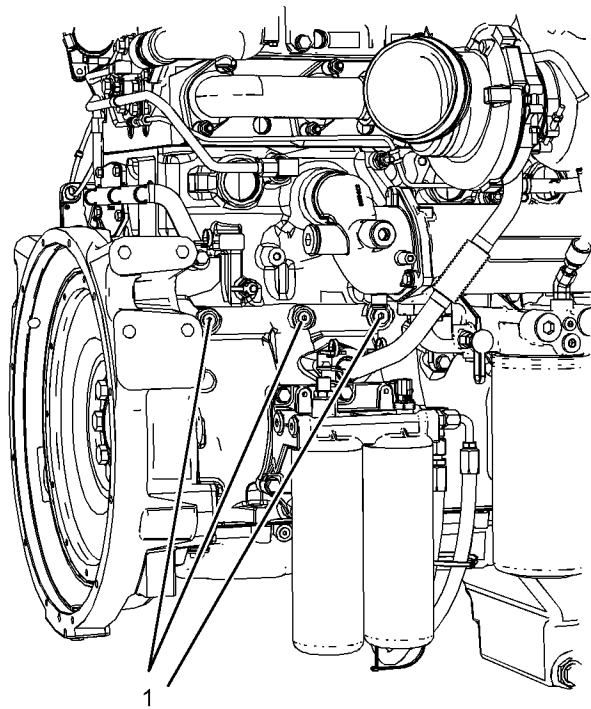

Ilustración 28
Quite uno de los tapones que se muestran en la ilustración 28 para conectarse al sistema de lubricación del motor. La conexión que se requiere es 9/16" x 18 tpi. Asegúrese de que se use la especificación de aceite correcta. Para obtener más información, consulte Manual de Operación y Mantenimiento, "Recomendaciones de fluidos". Una vez que se hayan lubricado las superficies internas del motor, quite el conector e instale el tapón (1). Apriete el tapón a un par de 30 N·m (265 lb-pulg). Perkins recomienda que el procedimiento se realice a una temperatura ambiente mínima de 10 °C (50 °F).